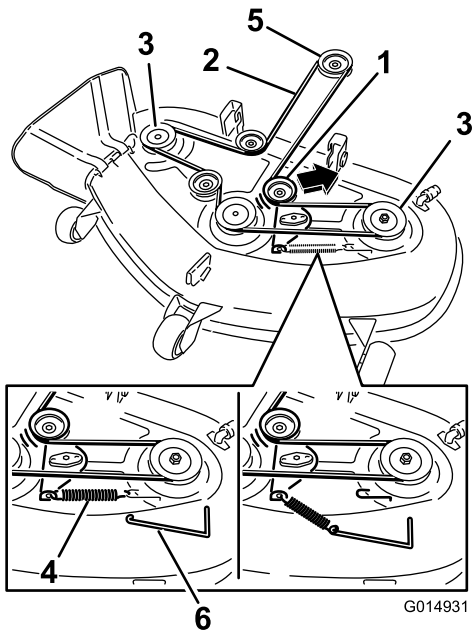

**Figure 66**
6. À l'aide d'un outil de dépose de ressort (réf. Toro 92-5771), décrochez le ressort du crochet sur le plateau pour détendre la poulie de tension et déchaussez la courroie des poulies (Figure 66 et Figure 67).
8. À l'aide d'un outil de dépose de ressort, accrochez le ressort à l'ergot sur le plateau pour tendre la poulie de tension et la courroie de plateau de coupe (Figure 66 et Figure 67).